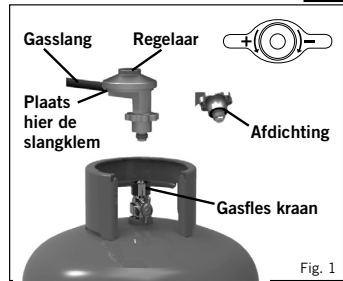

Fig. 1
- Bij het vervangen van een gasfles de kraan van de gasfles dichtdraaien en dan de kraan van het toestel dichtdraaien (zie fig. 1 en 2). Zorg dat de vlam gedoofd is voordat u de gasdrukregelaar losschroeft.. Monteer een nieuwe volle gasfles volgens dezelfde voorzorgsmaatregelen zoals hierboven beschreven.